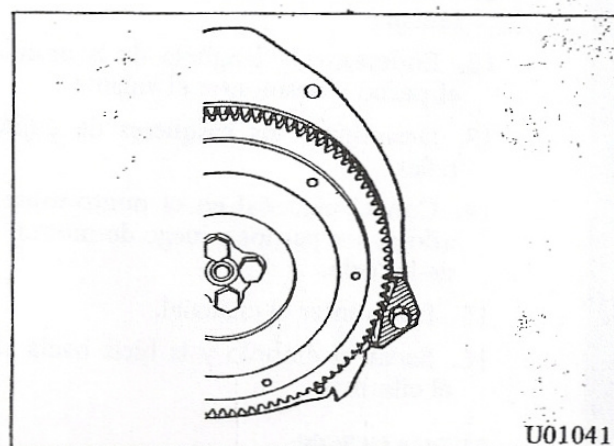

Fig. 41 Traba de cigüeñal para evitar que se mueva
1. Desmontar la polea del cigüeñal aflojando el perno de traba de la polea del cigüeñal. En este caso, trabar el cigüeñal para evitar que se mueva, por medio de la herramienta especial: Tope de volante (MD998608) en la corona de volante tal como se muestra en la Fig. 41.